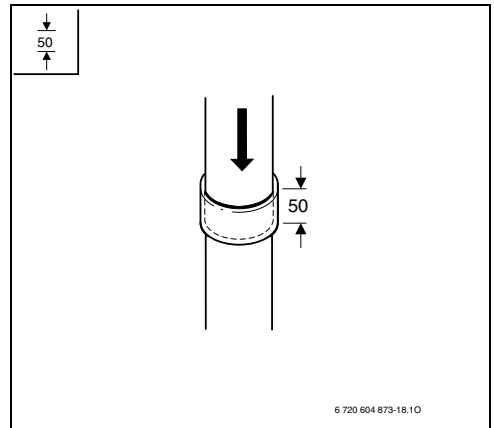

Fig. 32
► Empujar los accesorios de los gases de combustión hasta el apoyo (aquí: 50 mm de profundidad del encaje), (Fig. 32 ).